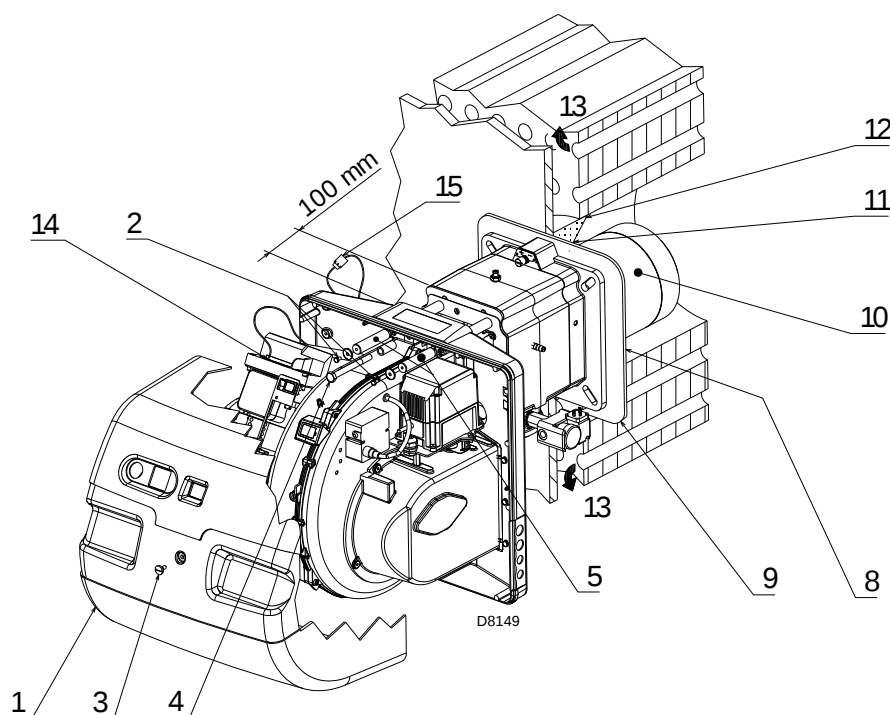
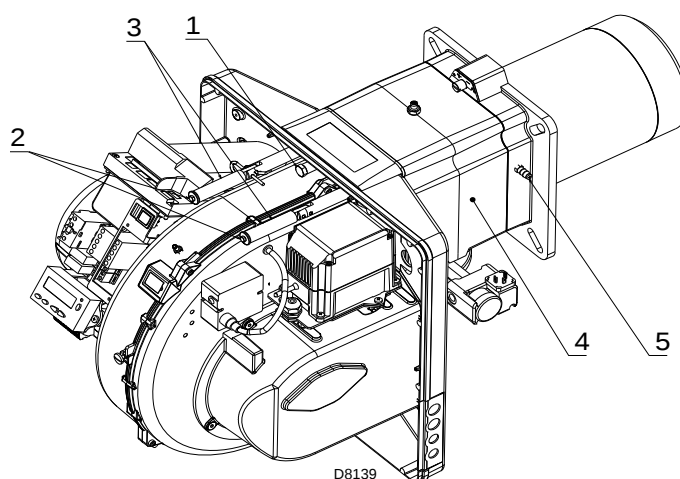

Fig. 13
Fig. 18
Voor de ketel met rookcyclus vooraan 13)(Fig. 13) moet een hittebestendige bescherming 11) aangebracht worden tussen de hittebestendige bescherming van de ketel 12) en de monding 10). De bescherming moet zodanig aangebracht worden dat de monding verwijderd kan worden.
Scheid daarna de branderkop van de rest van de brander, (Fig. 13). Ga daarvoor als volgt te werk:
- monteer de brander terug op de geleiders 3)(Fig. 18) op ongeveer 100 mm van de mof 4) - brander in de stand die wordt aangeduid op Fig. 13 op pag. 19.
- Plaats de kabels van de sonde en de elektrode, en schuif dan de brander tot tegen de mof, brander in de positie die wordt aangeduid op Fig. 18.